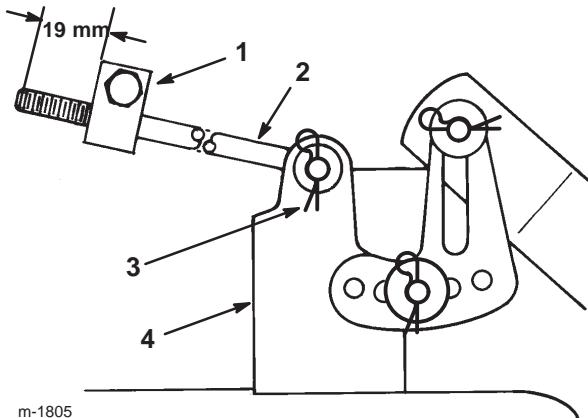

Bild 47
- 11.** Messen Sie die Länge der Stange, die vorne aus dem Einstellblock an den Seiten des Rahmens heraussteht (Bild 47). Entfernen Sie, wenn die Länge der Stange nicht 19 mm beträgt, den Splint und die Scheibe vom Ende der Stange (Bild 47) und drehen Sie die Stange, bis die Länge von 19 mm erreicht ist.